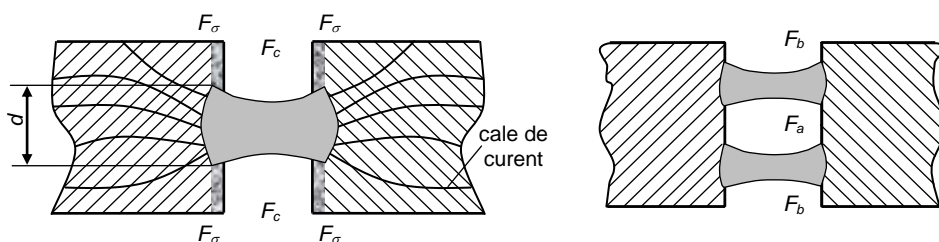

Fig.1
2.2 Explicați pe Fig.1 apariția și sensul forțelor ce acționează asupra punților de metal lichid ce apar la sudarea cap la cap